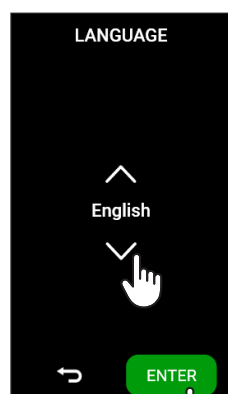

fig.2
- Definir a língua desejada e premir ENTER (fig.2);